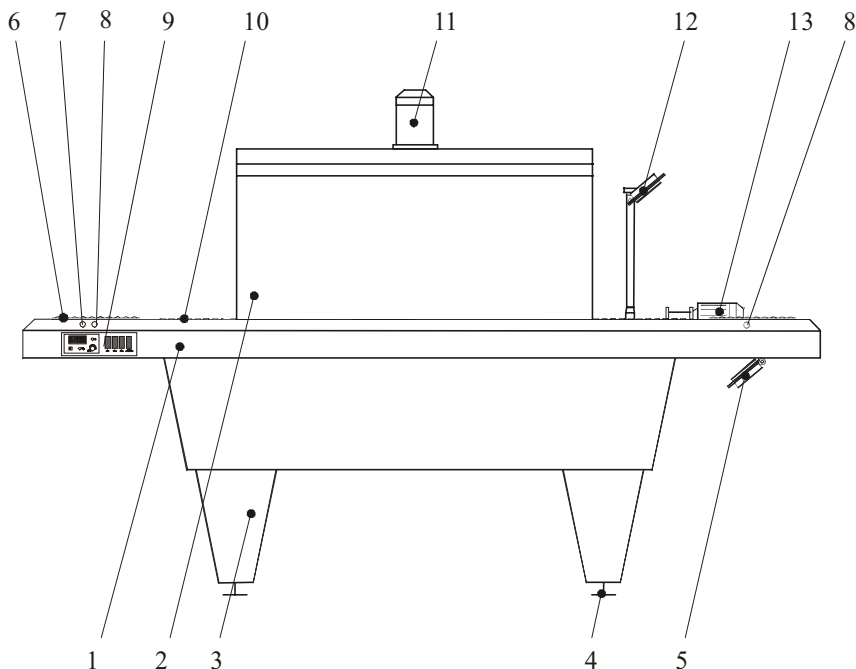

Рис. 1. Состав оборудования ТПЦ-550Д3
Термоусадочный упаковочный аппарат ТПЦ–550Д3 (рис. 1) представляет собой аппарат из серии ТПЦ-550. Данная модификация выпускается без термоножа.
7. Включить тумблер «2» — должен загореться индикатор внутри тумблера. Нажать кнопку 7 «Пуск» (рис. 1), конвейер начнет движение. Направление движения конвейера должно быть к вентиляторам охлаждения. Если конвейер движется в обратном направлении, следует выключить тумблер «2», тумблер «Сеть» и, обесточив аппарат, поменять порядок фаз в питающей сети (данная операция проводится однократно при первичном включении аппарата).
8. Включить тумблер 3, включатся вентиляторы охлаждения 5 и 12 (рис. 1).
9. Кнопка 8 «Стоп» (рис. 1) на корпусе аппарата служит для экстренной остановки конвейера. Перезапуск конвейера осуществляется включением кнопки 7 «Пуск» на корпусе аппарата.